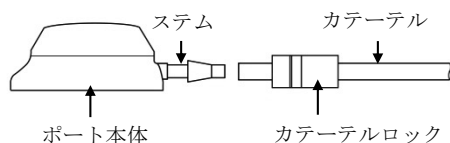

図 1
- 2)ポート本体のステムとカテーテルを一直線上に並べる (図 1)。